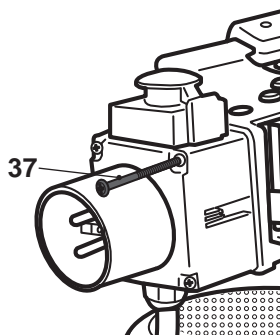

Fig. 1
- > La prise et le bouton marche/arrêt sont montés sur un boîtier; fixez ce boîtier à l'appareil à l'aide des quatre vis [37] (Fig. 1).